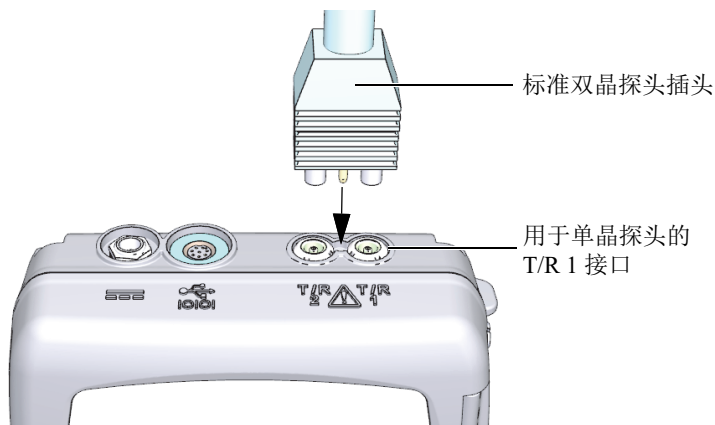

图 5-1 插入探头
1. 将探头插入 39DL PLUS 仪器机壳顶部的探头接口中（参见第 74 页的图 5-1）。单晶探头插入 T/R 1 接口中。